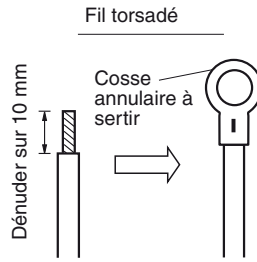
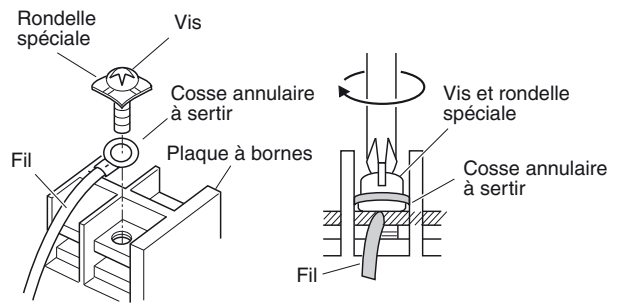

Fig.4-7
Fig.4-8
- (1) Couper l'extrémité de câble avec une pince coupante, puis dénuder l'isolant pour exposer le fil torsadé sur environ 10 mm, et bien torsader les brins du fil. (Fig. 4-7)
- (2) En utilisant un tournevis Phillips, enlevez la ou les vis de borne situées sur la plaque de bornes.
- (3) En utilisant une pièce de fixation de connecteur d'anneau ou une tenaille, garnissez chaque extrémité de câble dénudée avec une borne à anneau de pression.
- (4) Placez la cosse annulaire à sertir, remplacez et serrez la vis de borne enlevée en utilisant un tournevis. (Fig. 4-8)